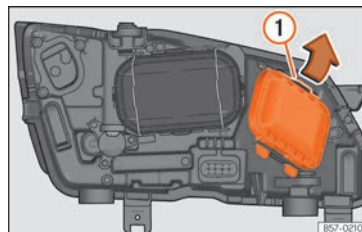

Abb. 110 Im Motorraum: Abdeckung entfernen.
2. Die Strebe »» Abb. 110 ① in Pfeilrichtung verschieben und den Deckel abnehmen.